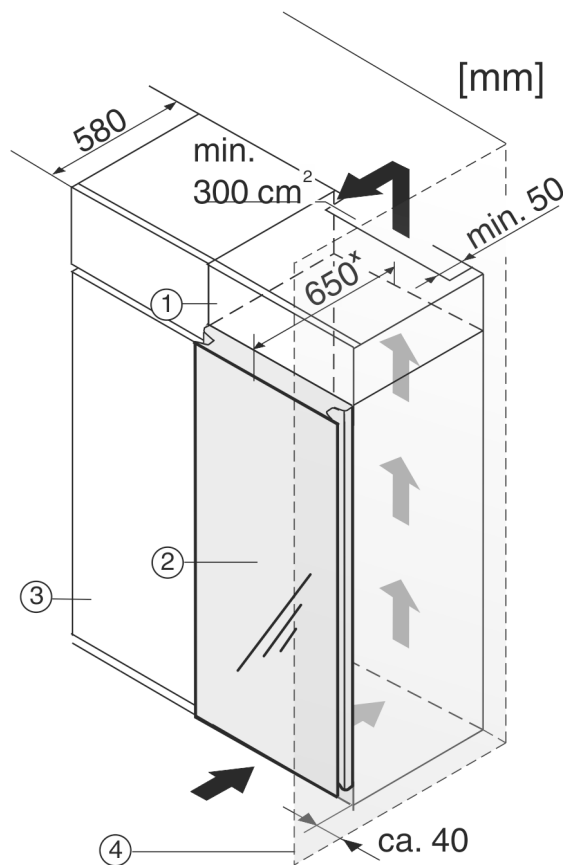

Fig. 12
(1) Élément haut
(2) Appareil
(3) Placard de cuisine
(4) Mur
L'appareil peut être entouré de meubles de cuisine. Pour adapter l'appareil Fig. 12 (2) à la hauteur des placards de la cuisine intégrée, on peut placer un élément haut Fig. 12 (1) au-dessus de l'appareil.
Lors de la transformation avec des placards de cuisine (profond. max. 580 mm), l'appareil peut être placé directement à côté du placard Fig. 12 (3). La porte de l'appareil saillit de 70 mm * par rapport à la face avant du placard de cuisine.
Si l'appareil est installé avec les charnières à côté d'un mur *Fig. 12 (4)*, la distance entre l'appareil et le mur doit être de 40 mm min.